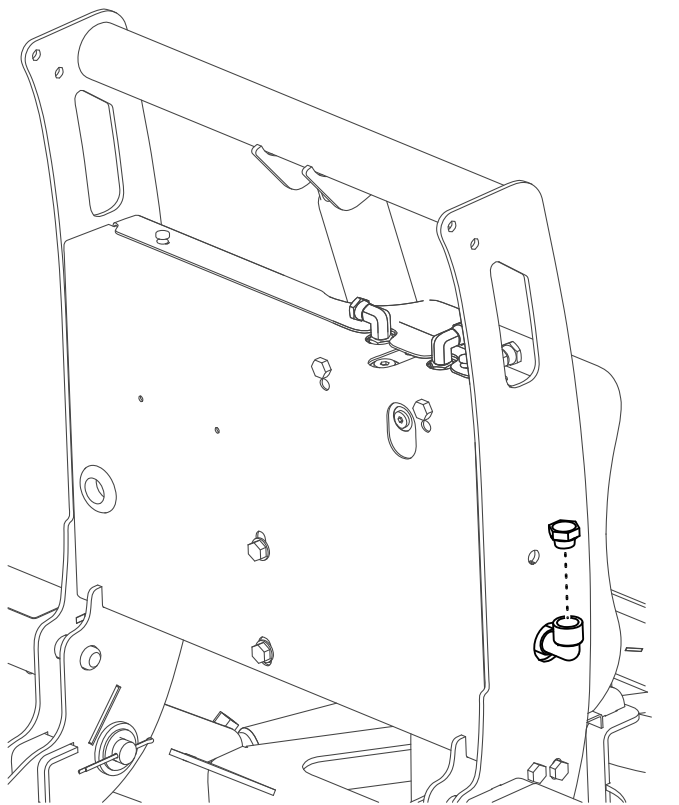

Bild 28
2. Reinigen Sie den Bereich um den Fülldeckel (Bild 28).
3. Nehmen Sie den Fülldeckel vom Hydraulikbehälter ab (Bild 28).